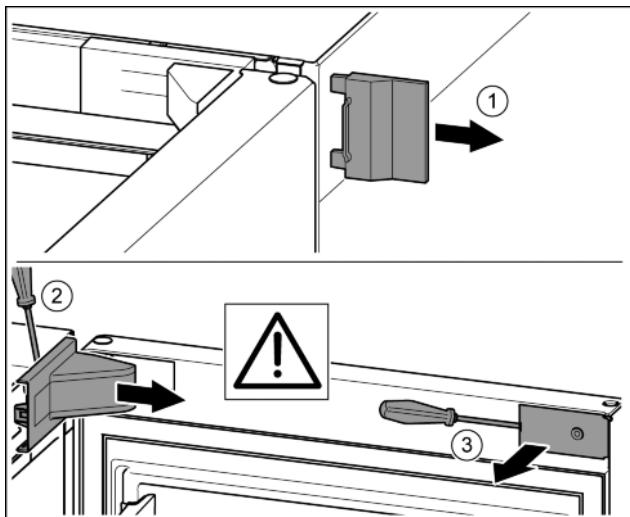

Fig. 6
- Снять внешнюю крышку. Fig. 6 (1)
- При помощи отвертки освободить от фиксаторов крышку опорного кронштейна и отсоединить. Снять крышку опорного кронштейна. Fig. 6 (2)
- Шлицевой отверткой вывести накладку из зацепления и отвести в сторону. Fig. 6 (3)